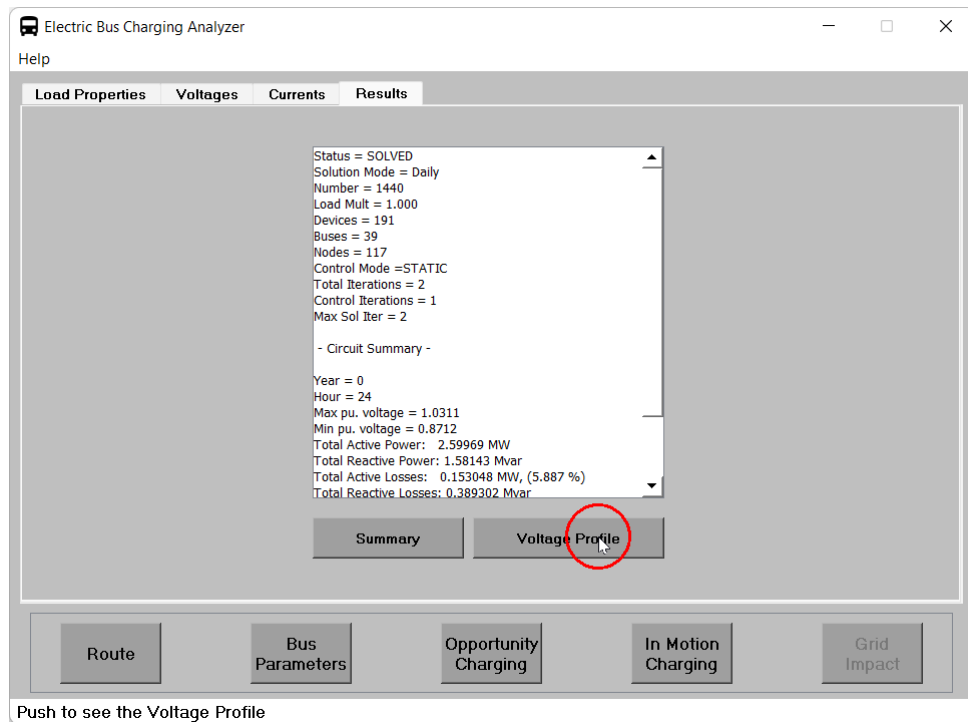
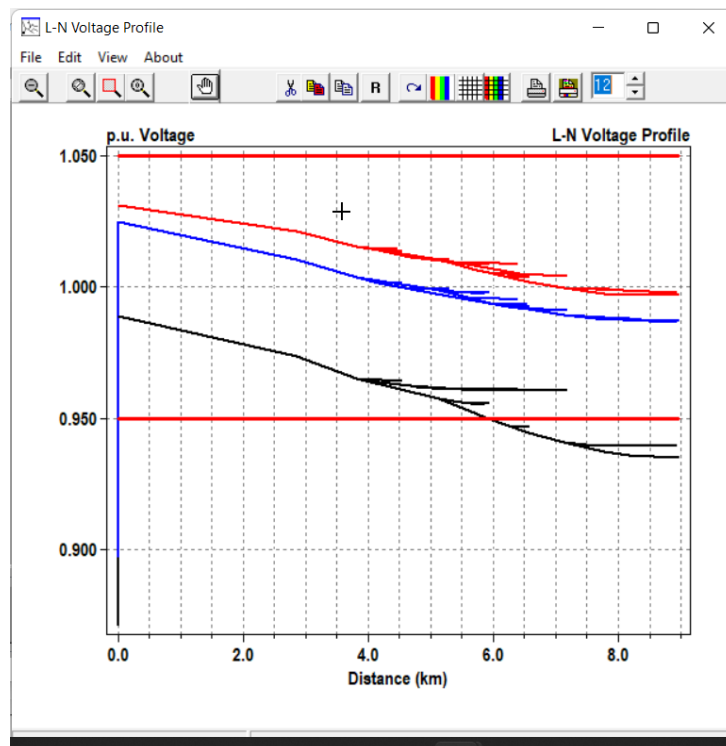

Figura 65: Perfiles de tensión.
Figura 66: Ventana de perfiles de tensión.
17. Ahora, Presionar el botón **Voltage Profile** como se muestra en la figura 65 el cual generará la ventana emergente mostrada en la figura 66.